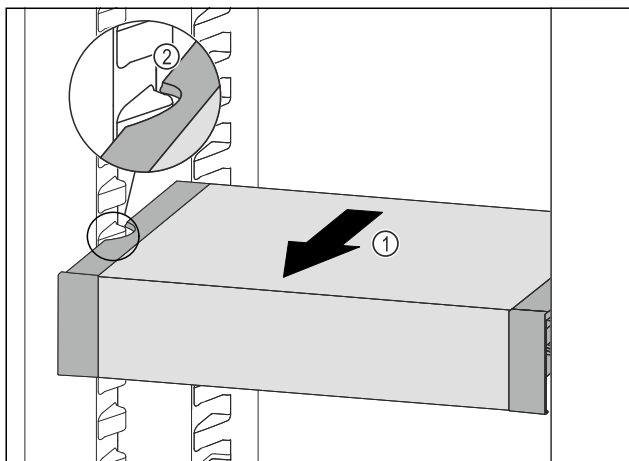

Fig. 84
- ▶ Táhněte VarioSafe dopředu Fig. 84 (1), dokud nebudou boční vybrání VarioSafe na úrovni žebrování na nádoby v chladničce. Fig. 84 (2)